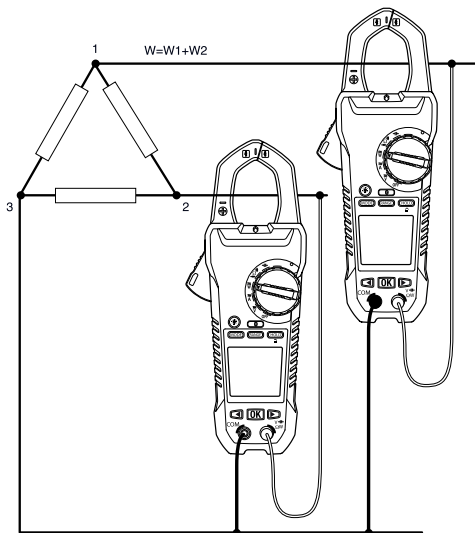

Figura 5.3 Misurazione su una configurazione trifase a tre fili
La potenza di una configurazione a stella trifase a tre fili viene misurata in due passi, come mostrato nella figura 5.3. La potenza totale è la somma di due misure: $W = W_1 + W_2$.
3. Effettuare due misurazioni della potenza attiva, come mostrato nella figura 5.3.